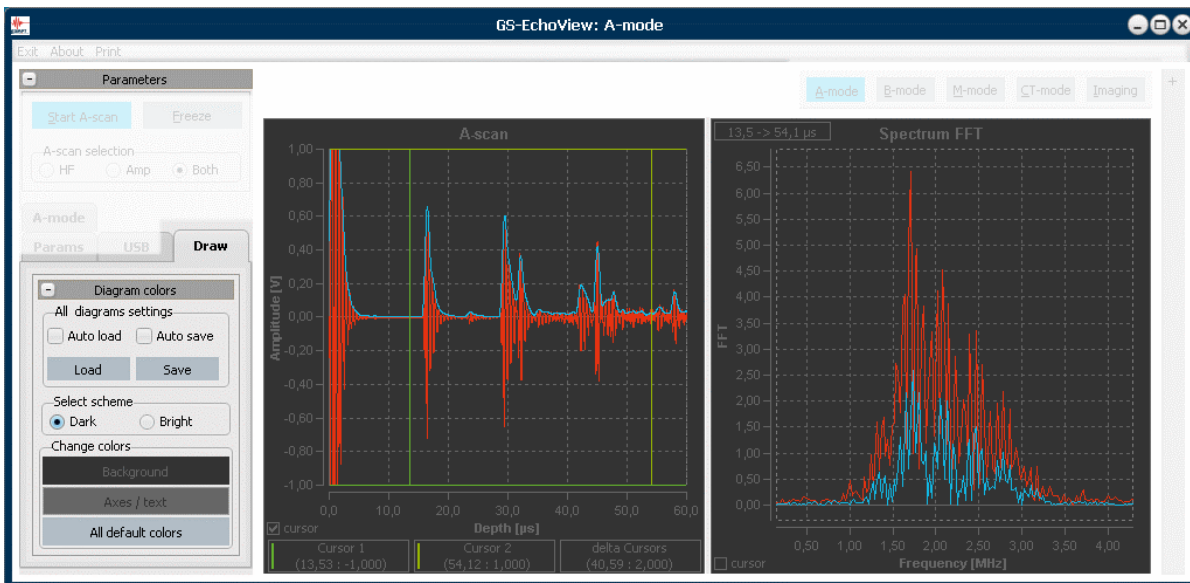

Abb. 32: Basis-Farbschema Dark
- **Dark:** Hintergrund dunkel, Vordergrund (Achsen und Beschriftung) hell. Diese Einstellung eignet sich vor Allem für die Arbeit am Bildschirm (siehe Abb. 32).